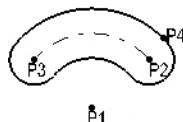

图 2-55
- 四点确定圆柱形延长孔: 初始点 P1 确定了大圆弧的圆心, 第二点 P2 确定了在大圆弧上的一个小圆弧的圆心, 第三点 P3 确定了另一个小圆弧的圆心, 第四点 P4 则最后确定了圆柱形延长孔的轮廓线, 如图 2-55 所示。